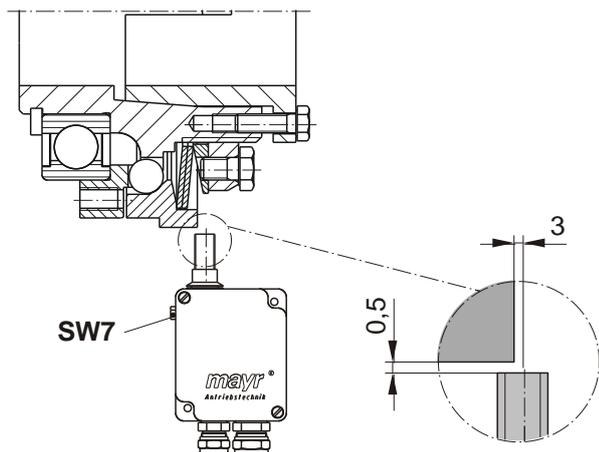
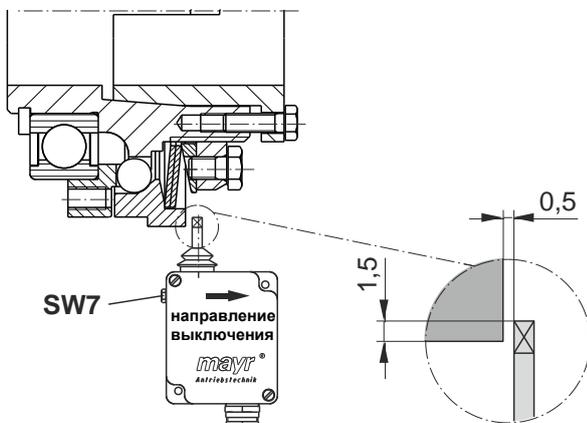

Рис. 14: бесконтактный концевой выключатель
Рис. 15: механический концевой выключатель
Стрелка направления выключения на крышке корпуса механического концевого выключателя показывает в направлении регулировочной гайки, (5) соответственно в направлении хода нажимной шайбы (3), Рис.1. Установите расстояние - просвет для бесконтактных и механических конечных выключателей соответственно Рис. 14 и Рис. 15. Расстояние нажимной шайбы (3) от точки переключения можно тонко отрегулировать винтом с шестигранной головкой с размером под ключ SW 7 (Рис. 14 и 15).